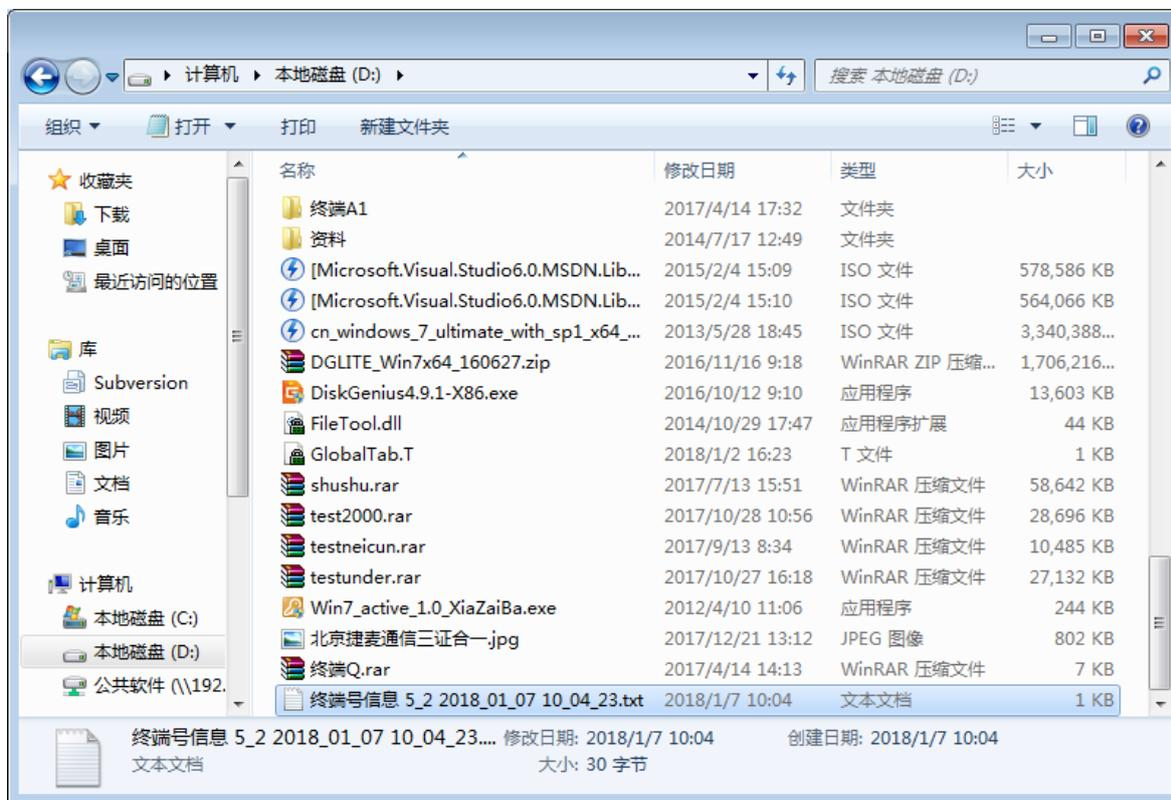

图 2-22 终端号信息
14. 启动变量执行器.exe，选择“网络登录”，输入“账户名”和“密码”（账户名和密码信息在图 2-22 “终端号信息”文件中），单击“登录”按钮，软件开始运行，如下图所示：